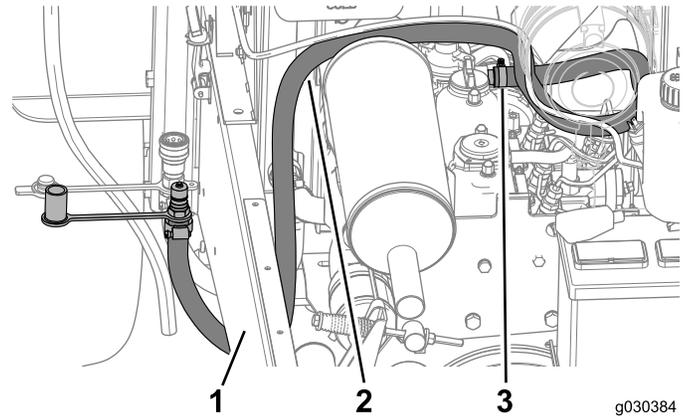

Bild 40
6. Schieben Sie den Schlauch auf das gezahnte Ende des geraden Anschlussstücks und befestigen ihn mit der Schlauchklemme (Bild 40).
7. Verlegen Sie den langen Schlauch, wie in Bild 40 abgebildet.